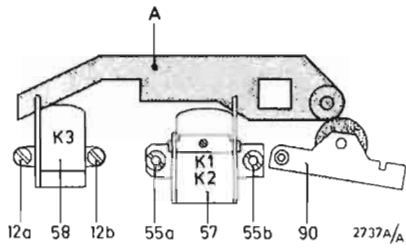

Fig. 3
Bij vervanging van een van de koppen gaan we ervan uit, dat de andere kop op de juiste hoogte staat. Tevens mogen we aannemen dat de toonas loodrecht staat. De hoogte van de te vervangen kop kan dan worden ingesteld met de instelmal A (4822 402 60245) zie Fig. 3.
A. Hoogte opneem/weergeefkop (Fig. 3)
B. Instellen van de azimuth (Fig. 3)
C. Hoogteinstelling wiskop (Fig. 3)